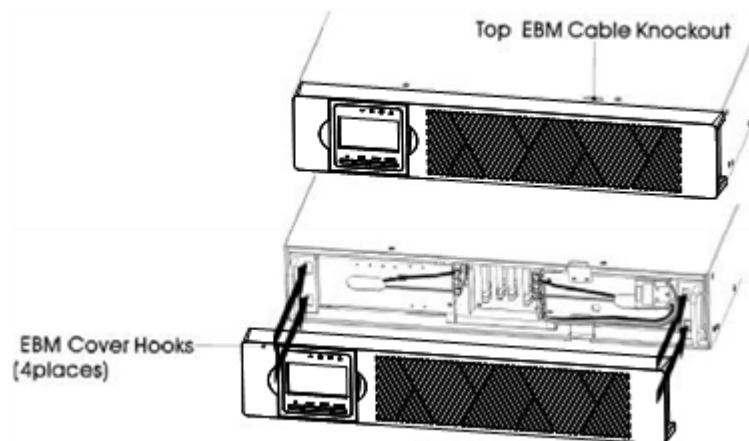

Rysunek 2: Podłączanie baterii wewnętrznych UPS
- b) Podłącz wewnętrzne złącze baterii (patrz Rysunek 2). Podłącz czerwony do czerwonego, Naciśnij mocno złącze, aby zapewnić prawidłowe połączenie. Jeśli podłączasz EBP, zobacz szczegóły w instrukcji obsługi.